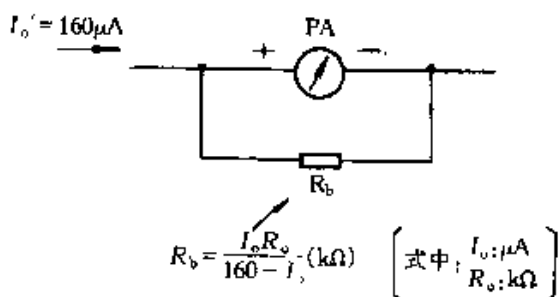

图 4-7
③ 表头参数测出后,即可通过接入适当的 R_a 、 R_b ,对表头电路进行整定。如图 4-7 所示, R_b 为满度电流整定电阻,当表头 $I_0 = 160\mu\text{A}$ 时,不用并联 R_b ;当 $I_0 < 160\mu\text{A}$ 时, $R_b = I_0 R_0 / (160 - I_0) \text{k}\Omega$,式中: I_0 单位为 μA , R_0 单位为 $\text{k}\Omega$ 。